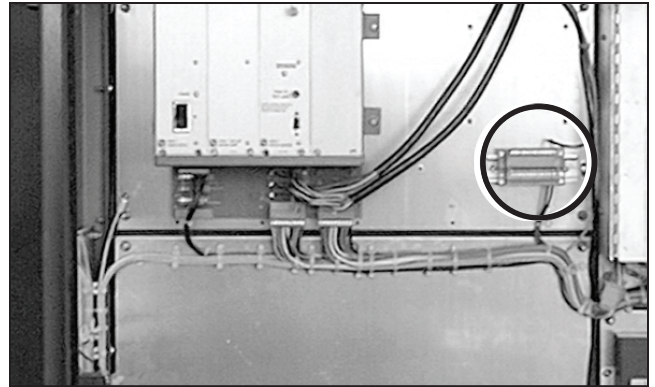

Figura 122. Conecte los cables de la conexión a tierra al bloque de terminal.
- (f) Hasta tres pares de cables de tierra, VS-G1 y VS-G2, están incluidos. Vea el diagrama de cableado para los detalles. Conecte los cables de tierra al bloque de terminal especificado en los planos proporcionados y apriete los tornillos de fijación por completo. Ver Figura 122.